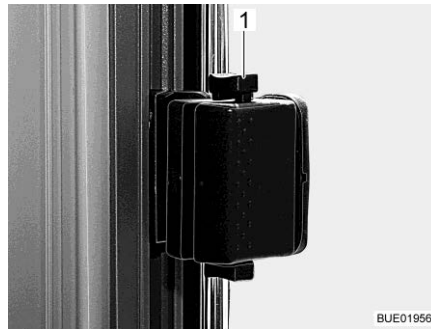

Bild 99 Skjutfönster, låst
- Tryck ned låset (Bild 99,1).